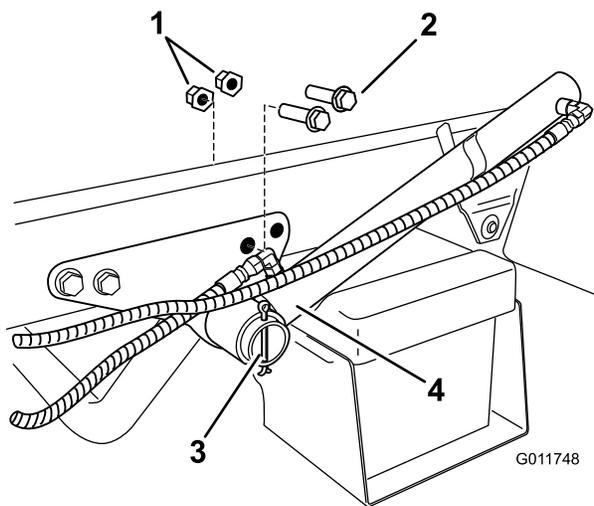

Figure 7
- 1. Repérez et retirez les 2 boulons et écrous à embase arrière sur le support de vérin de levage (Figure 7).